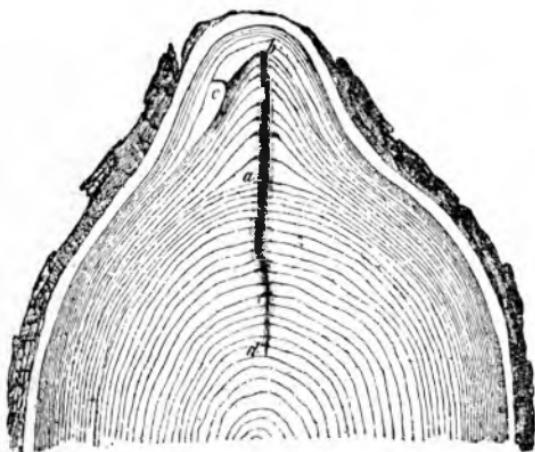

Рис. 2. Морозобоина.
**Морозобоины** (рис. 2) образуются в стволе дерева вследствие действия мороза. Подобные же трещины получаются от удара, полученного при падении другого дерева. Эти трещины часто с течением времени увеличиваются, благодаря попадающей в них зимой воде, которая там замерзает, раздавая еще больше трещину. Иногда же с ростом дерева трещина застает.